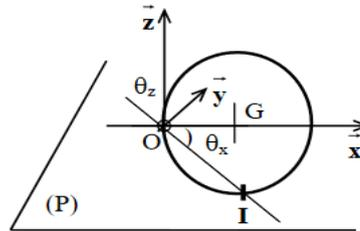

Figure V.5
Exercice 04. Une sphère de masse m , de centre G , de rayon R , est mobile autour d'un point fixe O de sa surface. Elle roule sans glisser sur un plan horizontal P , P est situé à la distance R du point O , et I le point de contact de la sphère avec le plan (P) (Figure V.5).